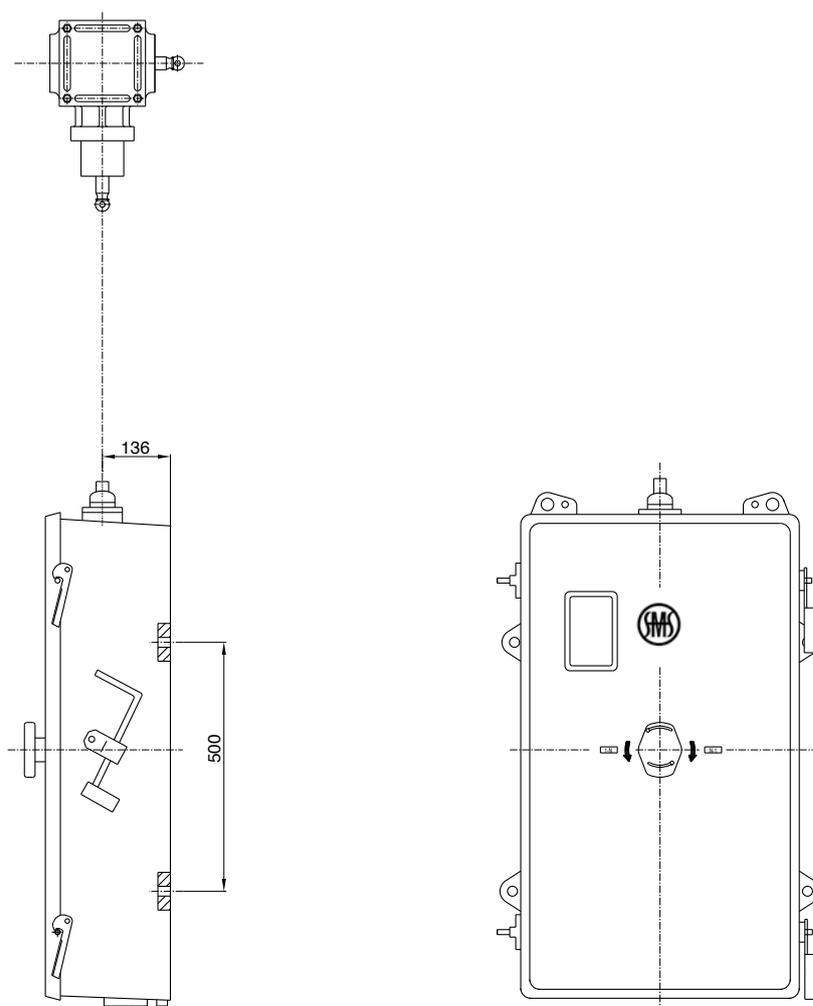

Рис. 6 Монтаж моторного привода SMA7
5.2 Монтаж приводных валов и углового редуктора (См. Рис. 6)